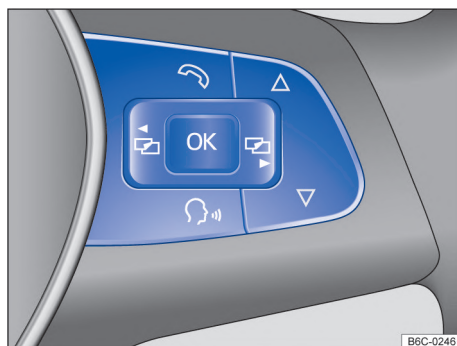

Fig. 20 Lado derecho del volante multifunción: botones para el mando de los menús y visualizaciones de información del instrumento combinado.
- Si se muestra un mensaje o un dibujo del vehículo, presionar la tecla **OK** → fig. 20, si es necesario, presionarla varias veces.
- Para ver un menú y para navegar a través del menú, presionar la tecla **☰** o **☲** → fig. 20.
- Para acceder al menú o a la pantalla de información que aparece, presione la tecla **OK** → fig. 20 o espere hasta que el menú o la pantalla de información se abra sola después de unos segundos.
- En el menú que aparece, presione las teclas de flecha **▲** o **▼** → fig. 20, hasta que se seleccione el ítem del menú deseado.
- Presione la tecla **OK** → fig. 20 para asumir el cambio deseado. Un "signo de visado" identifica la activación de la función o del sistema.